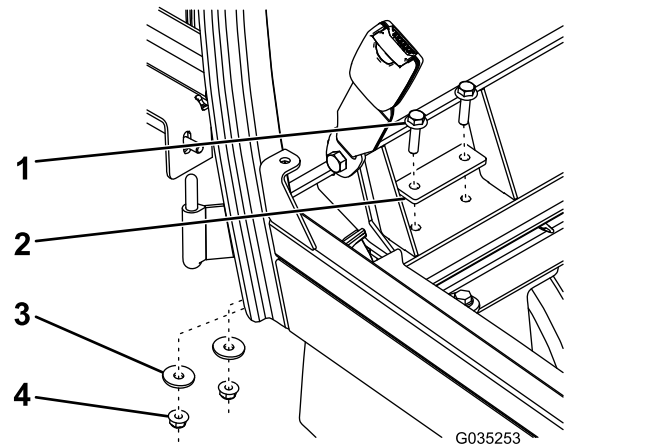

Figuur 12
- Bevestig de zijkanten van het cabineframe aan de machine; gebruik 6 zeskantbouts ($\frac{3}{8}$ x $1\frac{1}{4}$ "), 6 ringen ($\frac{3}{8}$ ") en 6 flensmoeren ($\frac{3}{8}$ ") zoals wordt getoond in Figuur 12.